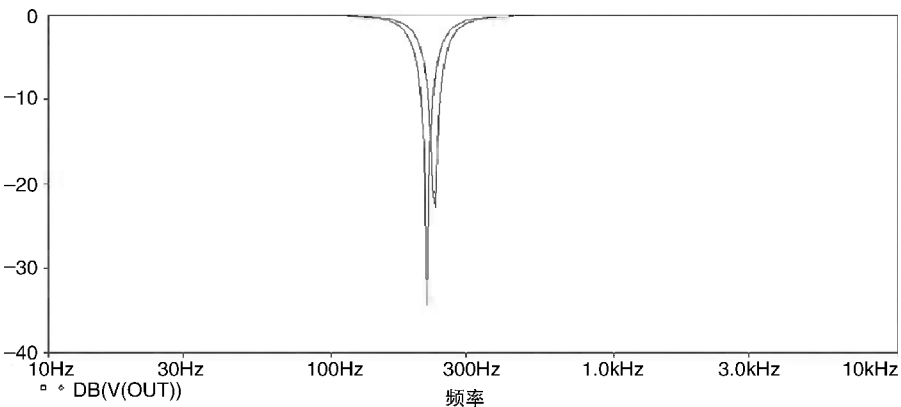

图 11.16 改善后最坏情况下陷波频率特性曲线
16. 如图 11.16 所示为改善后最坏情况下陷波频率特性曲线，图 11.17 为仿真分析概要，从中可以看出最坏情况下的陷波频率值为 218Hz，与标称频率 234Hz 更加靠近。